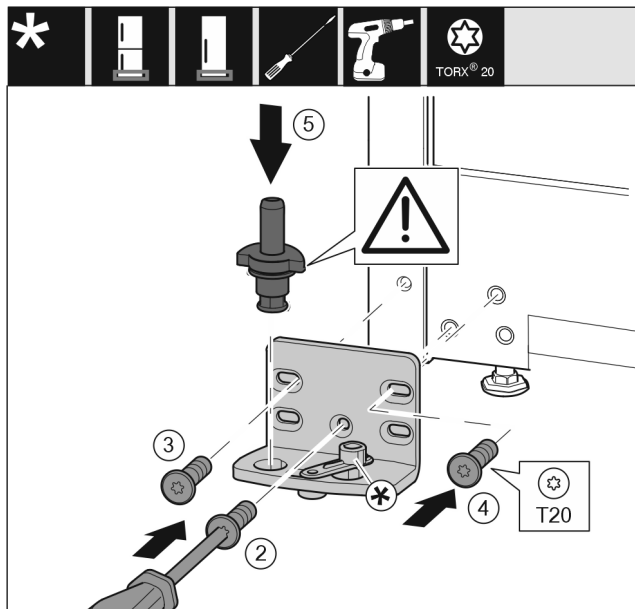

Fig. 17
- Vendosni bazamentin mbështetës në anën tjetër dhe mbërthejeni me ndihmën e një kaçavide T20. Filloni me vidën 2 poshtë në mes. Fig. 17 (2)
- Mbërthehi fort vidën 3 dhe 4. Fig. 17 (3,4)
- Vendosni komplet në vend bazamentin mbështetës. Këtu bëni kujdes që gungat e kapjes të jetë të kthyer nga poshtë. Fig. 17 (5)